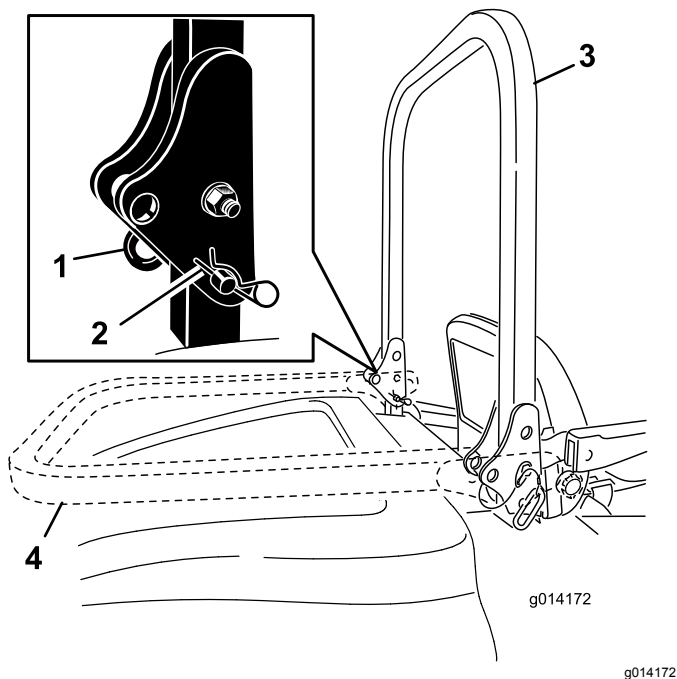

Figura 21
1. Para bajar la barra anti-vuelco, retire los pasadores de horquilla, empuje la barra hacia adelante contra los resortes, y retire los dos pasadores (Figura 21).
- Baje la barra antivuelco (Figura 21).
- Instale los dos pasadores y sujételos con las chavetas (Figura 21).
- Para elevar la barra anti-vuelco, retire los pasadores de horquilla y retire los dos pasadores (Figura 21).
- Eleve la barra anti-vuelco a la posición vertical, instale los dos pasadores y sujételos con las chavetas (Figura 21).